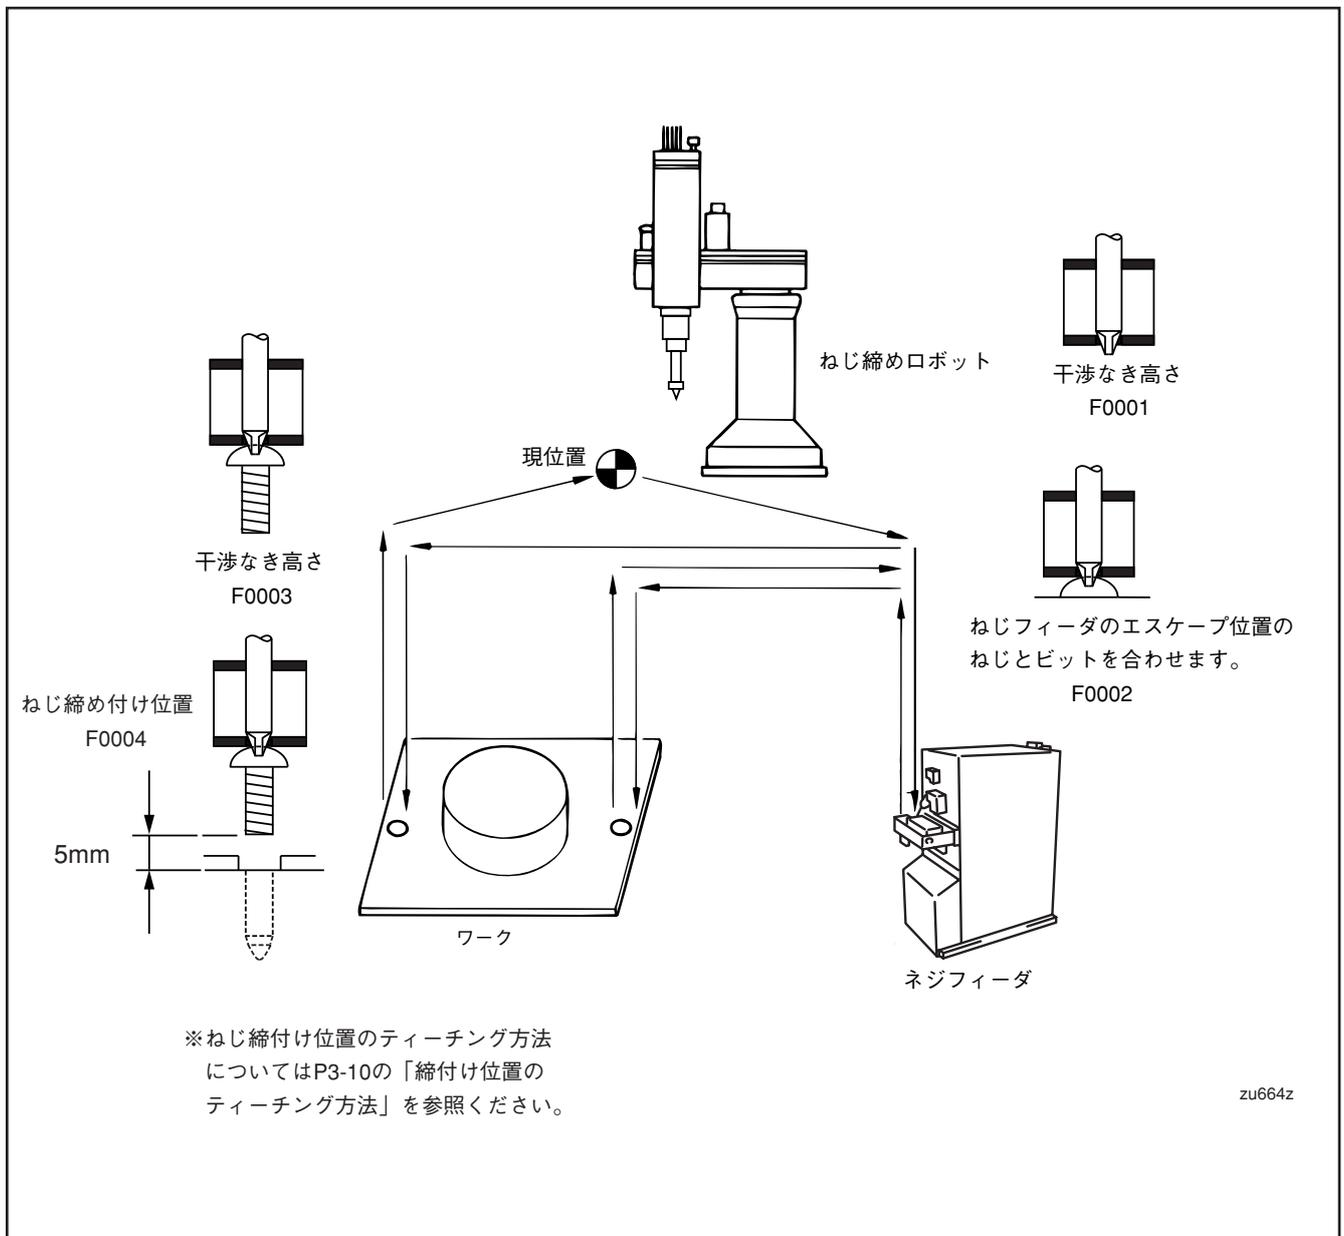

図3-5 ロボットの高さのティーチング方法
①図3-5の「ロボット高さのティーチング方法」を参照し、各高さデータを入力してください。
②実数変数の入力方法は、表3-13に従って、操作してください。
(1) ロボット高さの